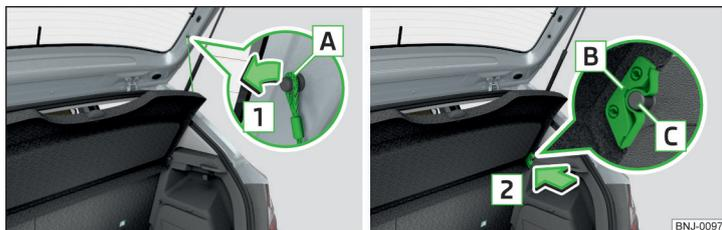

Fig. 86 Démontage de la tablette du coffre à bagages
- Décrocher les sangles de retenue **A** du couvercle dans le sens de la flèche **1** » fig. 86.
- Placer les logements **B** de la tablette sur les boulons **C** du revêtement latéral » fig. 86.
- Les logements **B** de la tablette doivent reposer entièrement sur les boulons **C** du revêtement latéral » fig. 86.
Si les sangles **A** » fig. 86 sont accrochées au capot du coffre à bagages, la tablette du coffre à bagages s'ouvre en même temps que le capot.
Sur la partie avant, les logements **B** » fig. 86 à la page 97 de la tablette doivent s'enclencher complètement dans les boulons du revêtement latéral. Sur la partie arrière, la tablette doit être correctement fixée des deux côtés sous l'enclenchement.